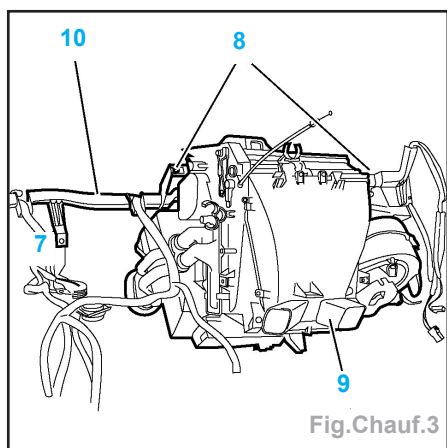

Fig. Chauff.3
- Débrancher les durits (5).
- Déposer (Fig. Chauff.3) :
- les fixations (8),
- le climatiseur (9),
- le faisceau planche de bord (10).